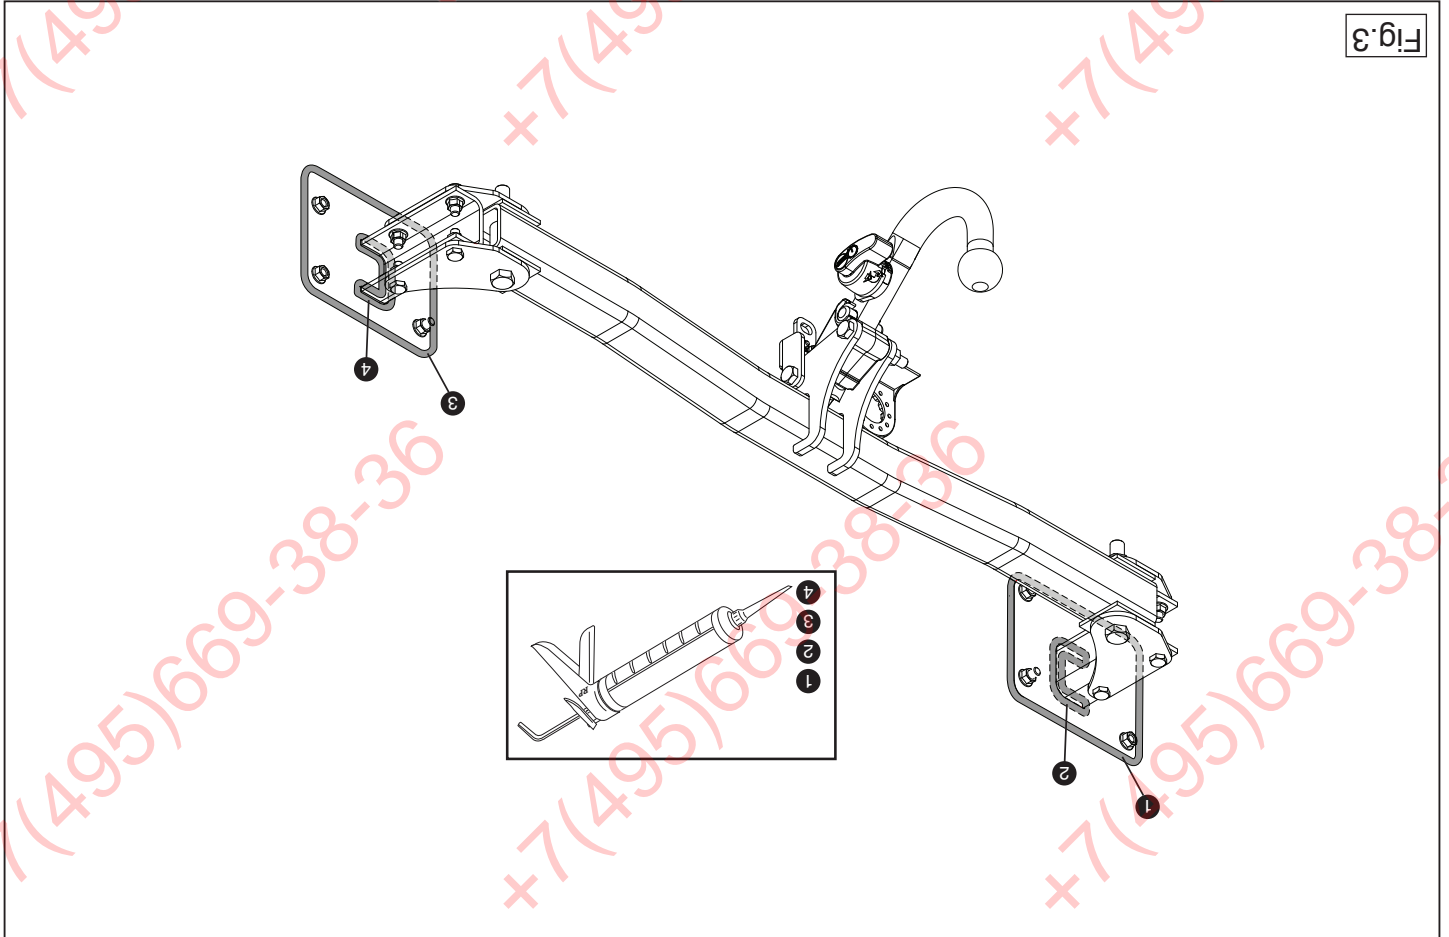

Fig.3
11. Kit de aangegeven delen af (zie fig. 3)
11. Die angegebenen Teile kitten (siehe Abb. 3).
15. Boucher les parties indiquées (voir la fig.3).